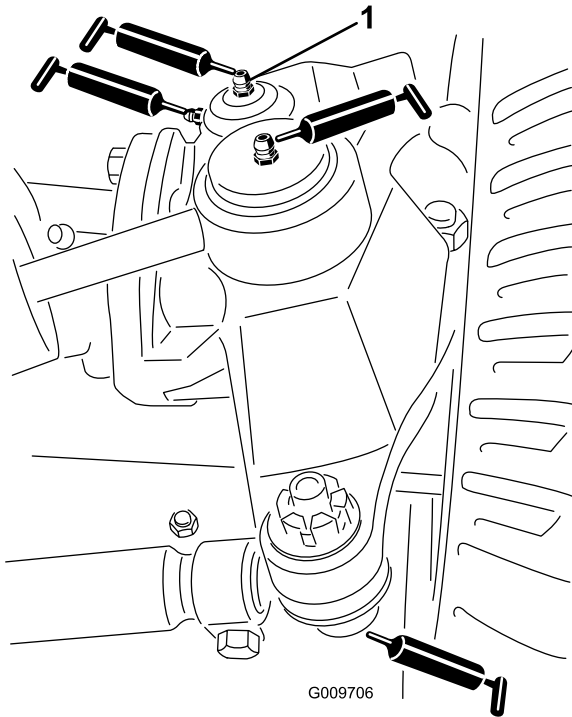

Figura 45
- Rótulas do cilindro de direção (2) (Figura 45)
- Rótulas esféricas da barra de ligação (2) (Figura 45)
- Casquilhos do pino principal (2) (Figura 45). **O bocal superior do pino principal apenas deverá ser lubrificado uma vez por ano (2 bombas).**